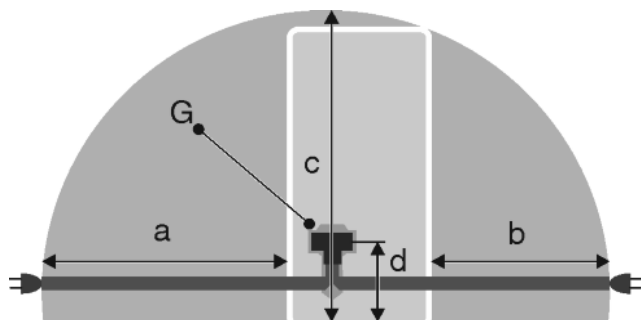

Fig. 23
- Gniazdo znajduje się poza tylną częścią urządzenia w podanym obszarze *Fig. 23 (a, b, c)*.
- ▶ Wtyczkę urządzenia *Fig. 23 (G)* podłączyć z tyłu urządzenia. Zwrócić uwagę na prawidłowe zażębenie.